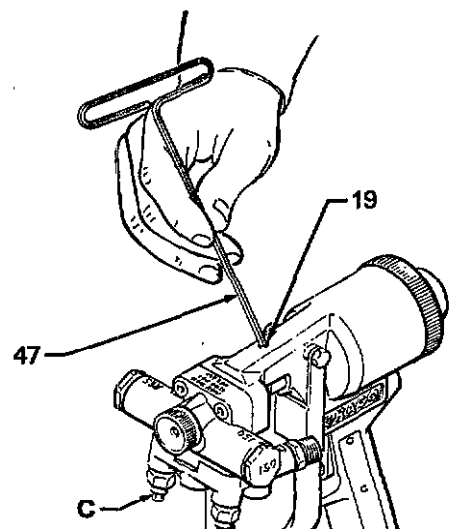

Fig 10
1. Atornillar el tornillo de regulación (19) utilizando la llave de 3/32" (47) hasta que prácticamente no se escape más aire. Ver Fig. 10.